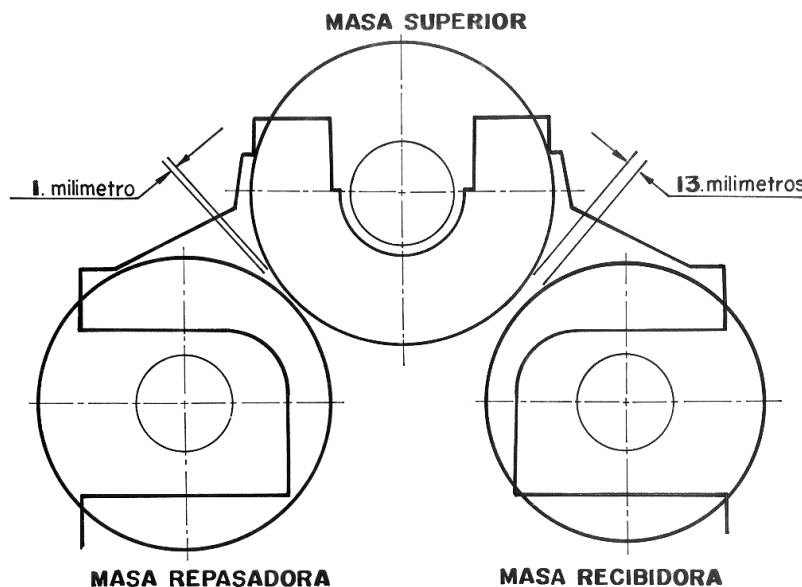

Figura 6. Graduación recomendada para las mazas de los molinos.
- Dar el ajuste o graduación recomendada a las mazas con sus tornillos graduadores. Ver figura 6. No olvide ajustar la contratuerca después de la graduación.
- Verificar el ajuste de las masas según la figura 6.